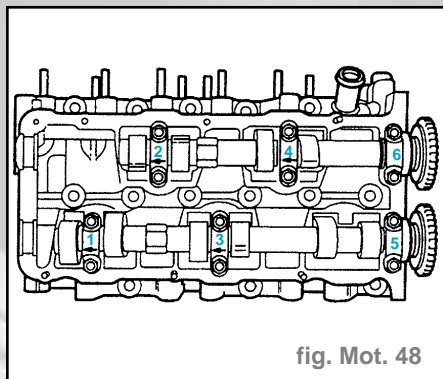

fig. Mot. 48
- Pour l'arbre à cames long (fig. Mot. 48) :